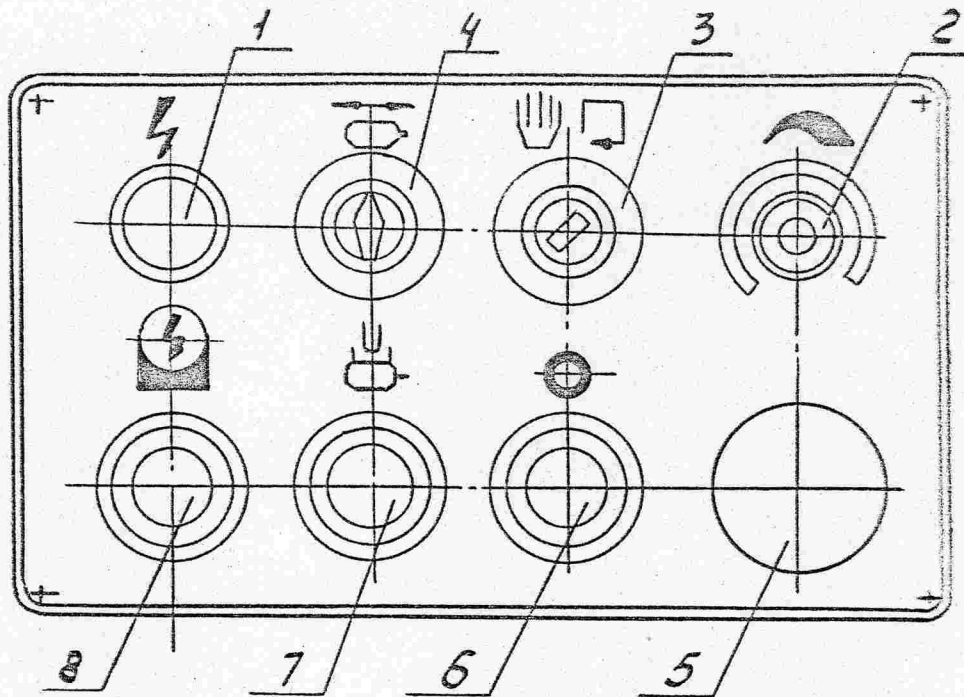

Рис. 3. Пульт управления
1.3.1. Общий вид панели пульта управления с обозначением органов управления (рис. 3).
- пульты управления (см. подраздел 1,3 рис. 3);